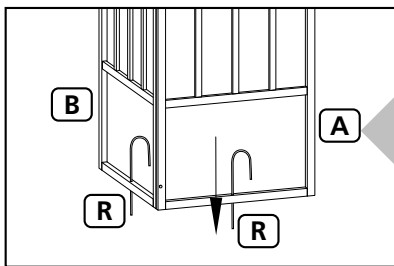

Fig. 12
Inserte ocho estacas (R) a través de los ojetes que se encuentran en la parte inferior del panel izquierdo (B) y del panel derecho (A), vea la Fig. 12. Use un martillo (no incluido) para golpear suavemente las estacas (R) en su lugar para asegurar el armazón al suelo.